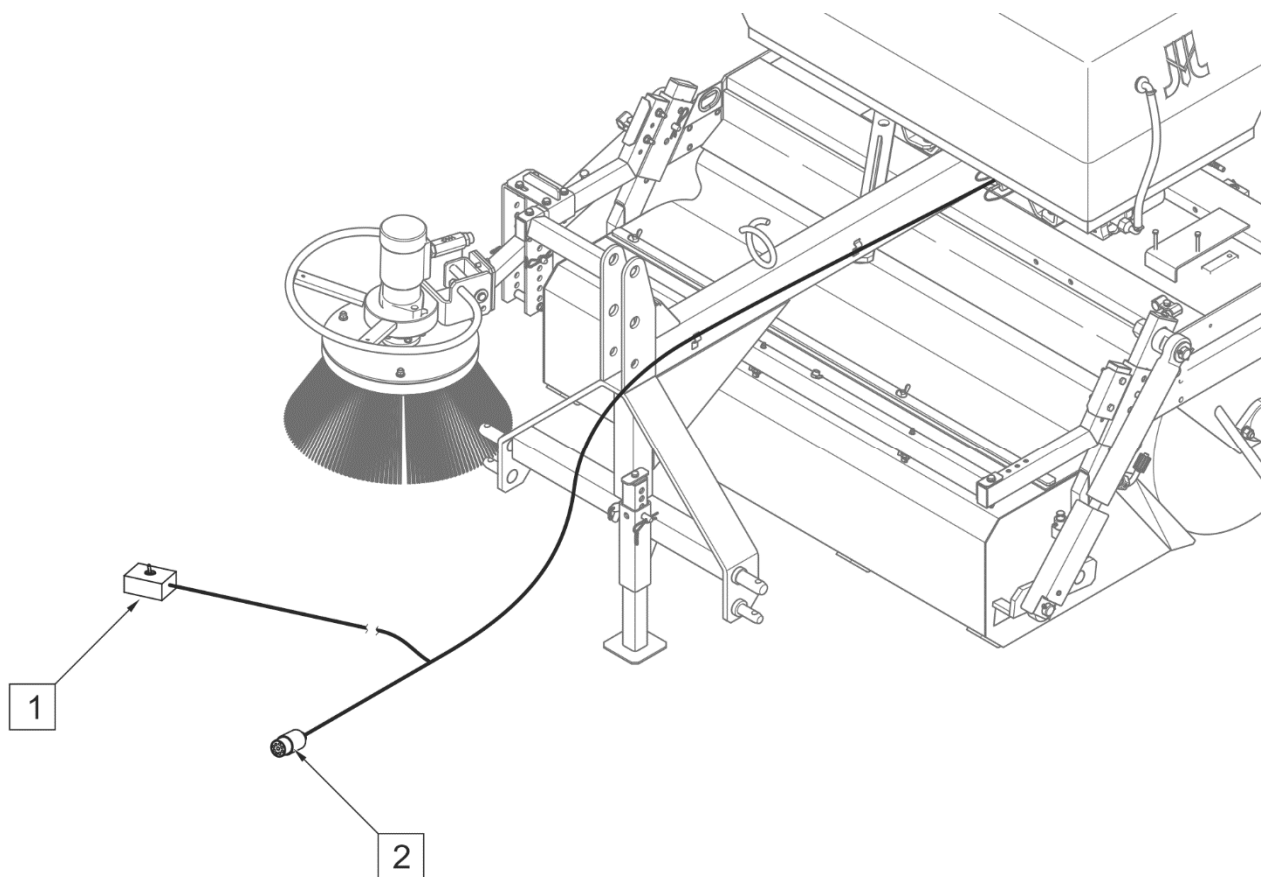

РИСУНОК 4.3 Управление системой полива
Штекер (2) электропровода необходимо подсоединить к 7-пиновому разъему 12 В на транспортном средстве. Система полива включается и выключается при помощи выключателя (1) на питающем электропроводе (РИСУНОК 4.3). Выключатель должен находиться в доступном месте в кабине оператора.